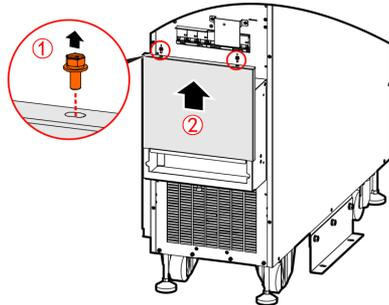

Figura 3-18 Retiro de la cubierta del cableado
Paso 4 Retire la cubierta del cableado. Para retirar la cubierta del cableado, desenrosque los tornillos y luego deslícela hacia arriba, como se muestra en la figura 3-18.